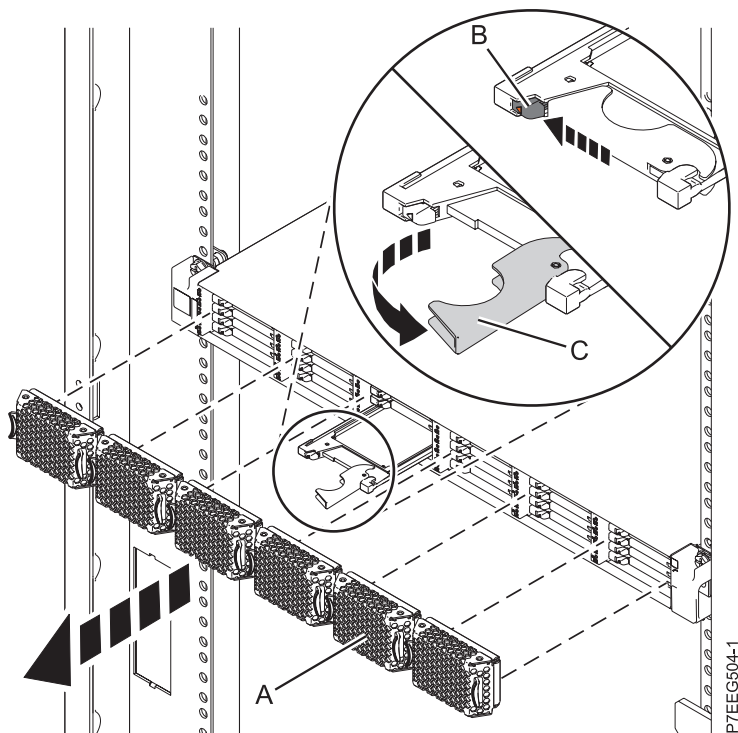

Figura 41. Extracció de la unitat d'estat sòlid des de Allotjament d'emmagatzematge EDR1 PCIe
1. Aixequeu la tapa bisellada (A) que cobreix la ranura que conté la unitat d'estat sòlid. Consulteu Figura 41 a la pàgina 62.
2. Desplaceu el pestell d'alliberació (B) amb compte per tal de desbloquejar la nansa de la unitat.
3. Agafeu la nansa (C) i feu sortir parcialment la unitat de la ranura.